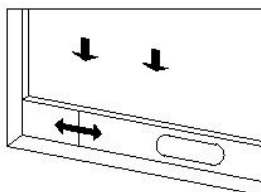
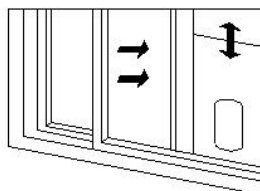

Figure 2
Figure 3
- Aprire la finestra a metà e montare la piastra di tenuta sulla finestra (come mostrato in Fig.2 e Fig.3). I componenti possono essere posizionati in direzione orizzontale e verticale.